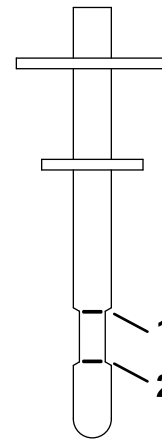

Figura 62
7. Inserte la varilla en el cuello de llenado, retírela y compruebe el nivel de fluido (Figura 62).